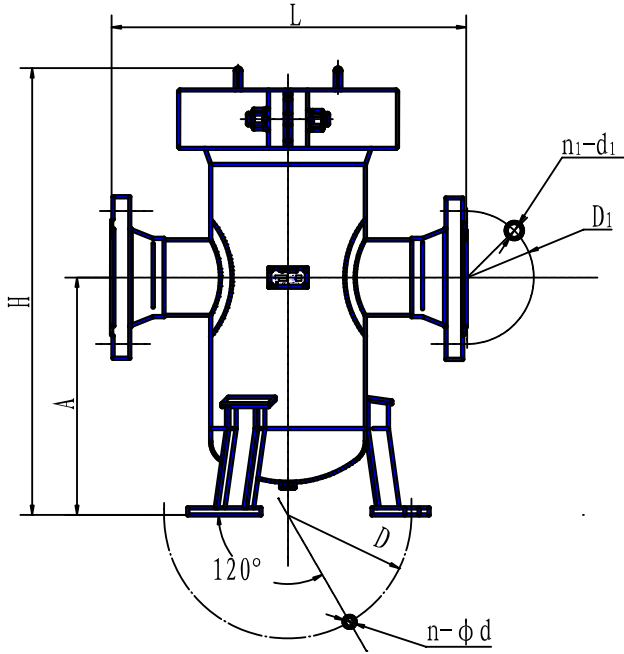

图 3 直桶式过滤器
1. LPGT 型直桶式过滤器的外形与安装尺寸（见图 3、表 3）